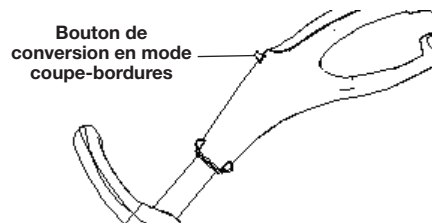

Fig. 6
- Appuyez sur le bouton de conversion en coupe-bordures et tournez la poignée arrière jusqu'à ce qu'elle se verrouille en place (Fig. 6 et 7).